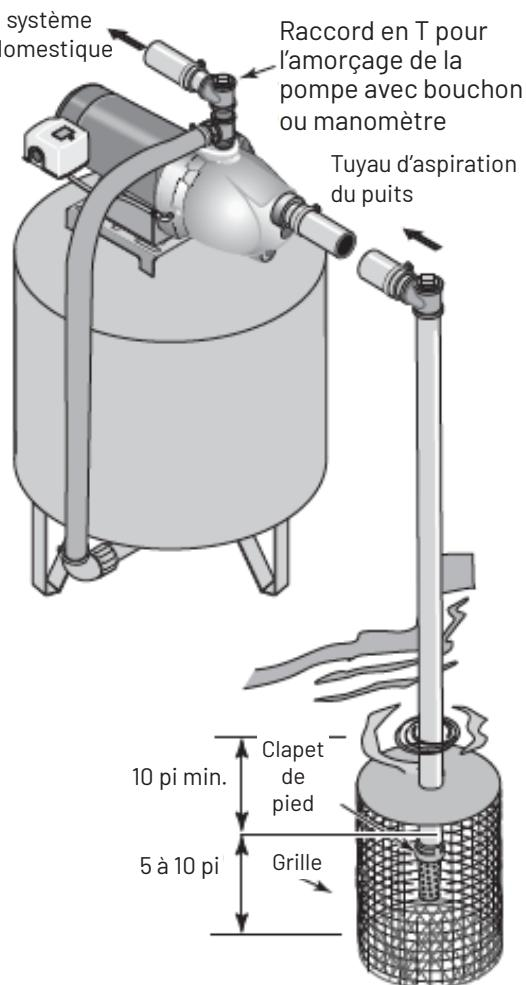

Figure 3 : Installation pour l'eau de surface
2. Assemblez un clapet de pied et un tuyau d'aspiration (figure 3). Assurez-vous que le clapet de pied fonctionne librement. Utilisez un ruban d'étanchéité pour filetage de tuyaux en PTFE sur les joints de tuyaux filetés. Protégez l'ensemble du clapet de pied contre les poissons, les déchets, etc. en installant une grille autour.
4. Installez un raccord en T, un bouchon d'amorçage et un tuyau d'aspiration sur la pompe (figure 3). Mettez en place un système de soutien de tuyaux pour éviter qu'ils n'exercent une pression sur le corps de la pompe et de manière à ce qu'ils soient légèrement inclinés vers le haut depuis le puits jusqu'à la pompe (les points élevés peuvent provoquer des poches d'air susceptibles de bloquer la pompe). Scellez les joints du tuyau d'aspiration avec du ruban d'étanchéité pour filetage de tuyau en PTFE. Les joints doivent être étanches à l'air et à l'eau. Si le tuyau d'aspiration n'est pas étanche, la pompe ne sera pas en mesure d'extraire l'eau du puits.